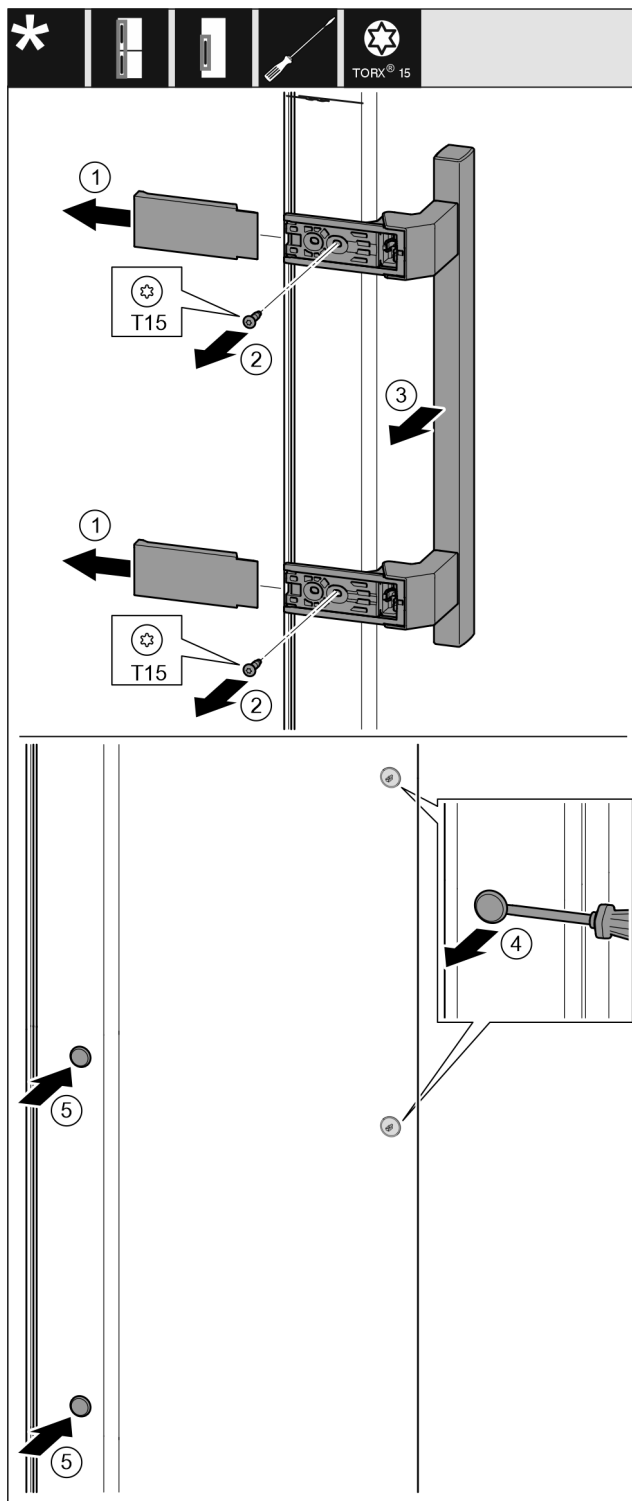

Fig. 10
- ▶ Свалете капака. Fig. 10 (1)
- ▶ Отвийте винтовете с отвертка Torx 15. Fig. 10 (2)
- ▶ Свалете дръжката. Fig. 10 (3)
- ▶ С плоска отвертка внимателно повдигнете страничната тапа и я извадете. Fig. 10 (4)
- ▶ Отново поставете тапата от другата страна. Fig. 10 (5)